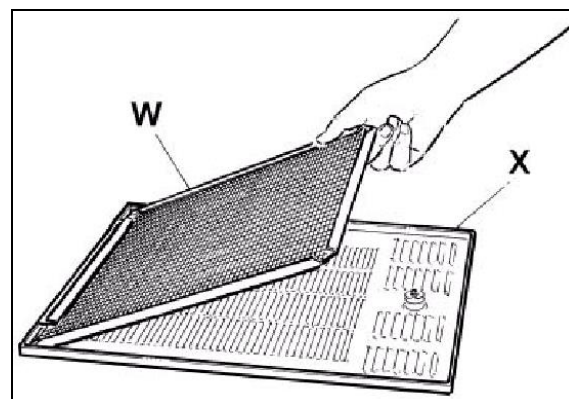

Fig. 29
- Retire el filtro del condensador W y límpielo con agua y con un aspirador (véase fig.29).